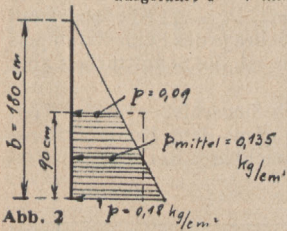

Abb. 2
- Längswand (Abb. 2): Feld zwischen 2 Versteifungen mit dem Abstand $a = 102 \text{ cm}$